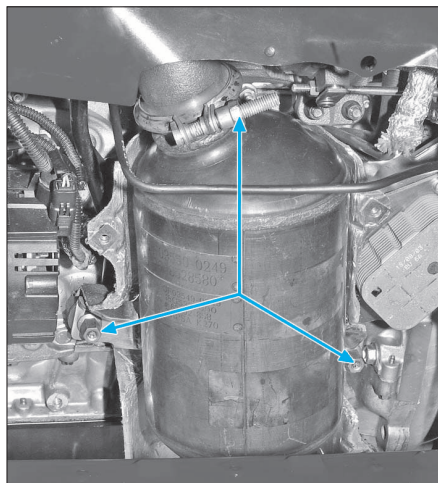

FIG. 52
- le sous-ensemble de catalyseur (Fig.52).